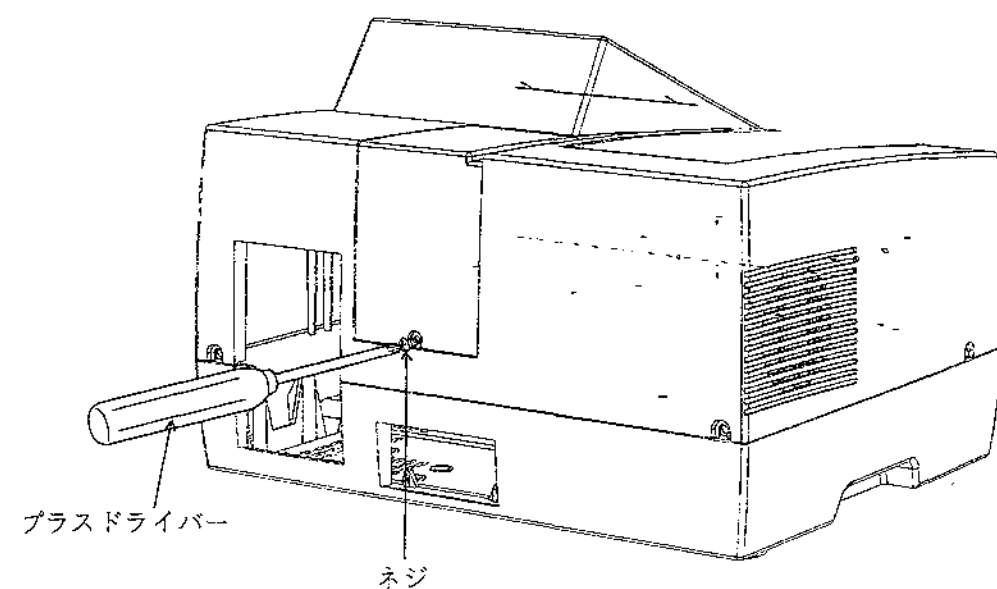
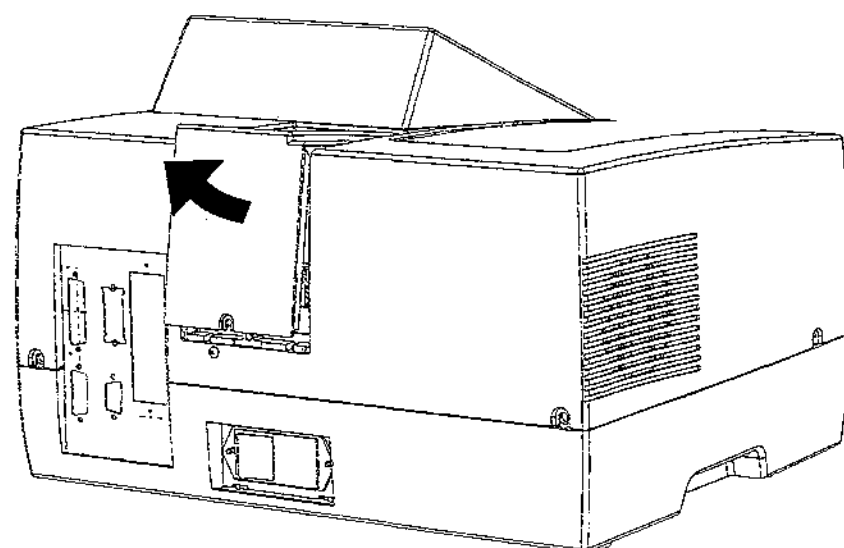

図 11.4.3 光源カバー
図 11.4.4 光源カバーの取り外し
※1 光源カバーの取り外し方は、11.4.2 の図 11.4.3、図 11.4.4 を参照してください。
(1) 本体背面の図 11.4.3 のネジをプラスドライバーを使ってはずします。
(2) 次に光源カバーを図 11.4.4 の矢印の方向に引くと光源カバーははずれます。
- (1) 光源室カバーの側面の図11.4.3の矢印の部分を押さえて、カバーを上を持ち上げて“つめ”をはずします。
- (2) 次に光源カバーを図 11.4.4 の矢印の方向に引くと光源カバーははずれます。
- (3) WI ランプ押さえバネをWIランプの頭部の先端からはずします。この時、D₂ランプに手が触れる恐れがありますので、あらかじめD₂ランプにきれいな紙か布でカバーをしておくか、取り外しておきます。(D₂ランプのはずし方は「D₂ランプの取り替え」の項をご参照ください。)